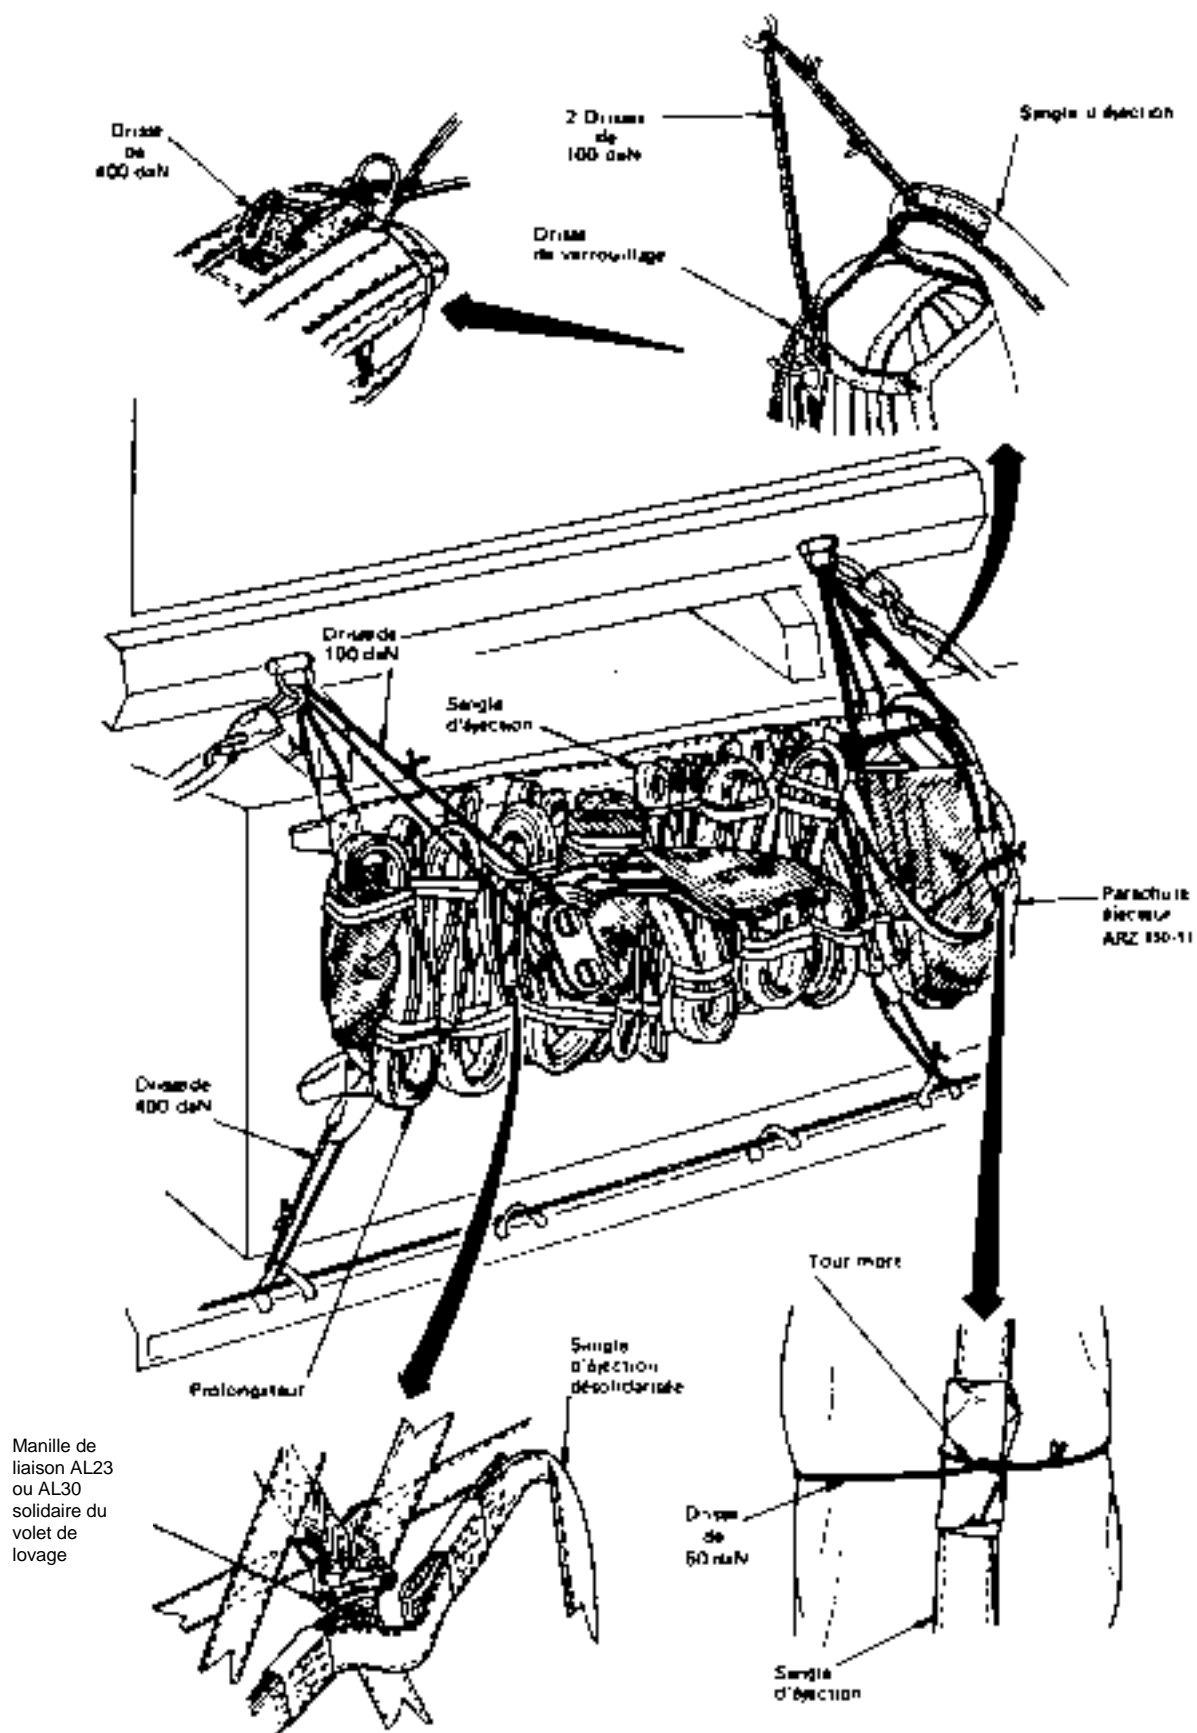

Fig. 2.12 - Fonctionnement d'ensemble - Position de départ (autre charge que la première à larguer dans une série)
1. Le sac contenant la voilure est fixé par des drisses à casser à la charge qui doit sortir immédiatement avant la charge considérée (fig. 2.12 à titre d'exemple).